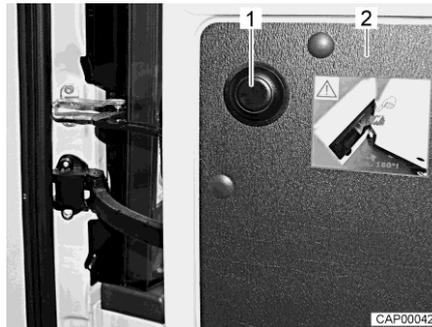

Fig. 15 Bouton-poussoir pour annuler la limitation (Campeo/Eliseo)
- Ouvrir à fond la porte arrière (Fig. 15,2).
- Appuyer sur le bouton-poussoir (Fig. 15,1) maintenir la porte arrière et continuer de l'ouvrir avec précaution.